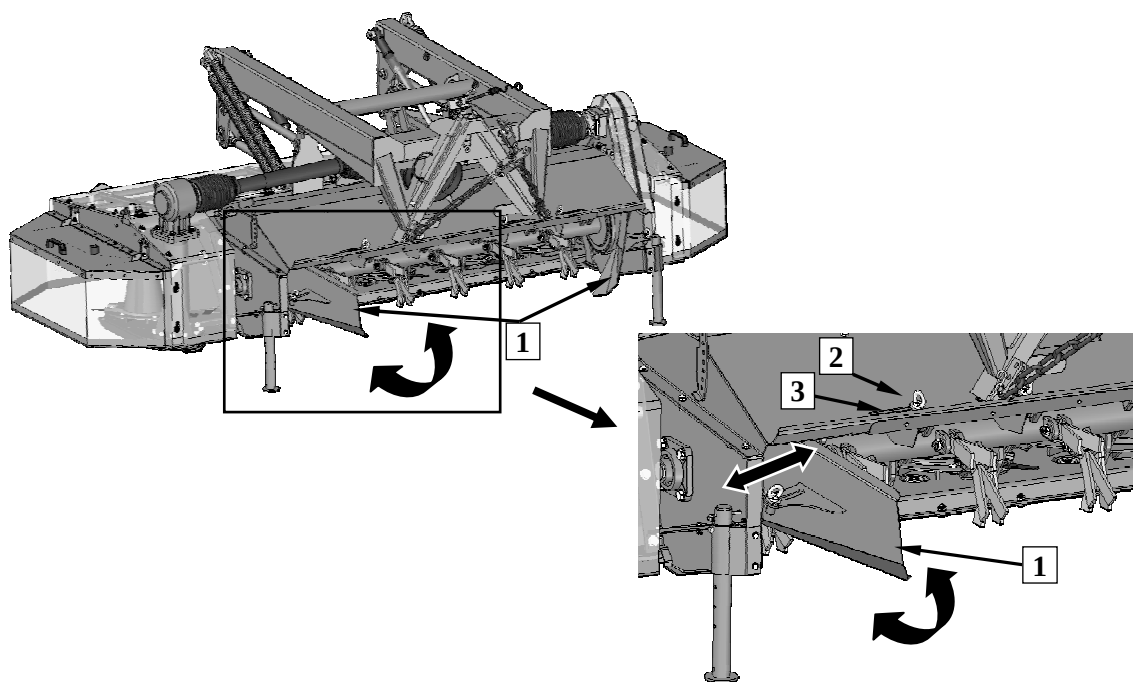

Рис. 21. Регулировка скребков покоса: 1- скребок покоса, 2 – регулировочный болт, 3 - рулевое колесо покоса
С целью установки ширины покоса следует совершить регулировку скребков покоса (1) (**Рис. 21**) (касается: KDF S(SL)):
- ❑ травить болт с петлей (2) скребка покоса,
- ❑ установить скребок покоса (1) в зависимости от требования,
- ❑ докрутить болт (2),
- ❑ равномерное раскладывание покоса можно регулировать рулевыми колесами (3) аналогичным образом как регулируются скребки.